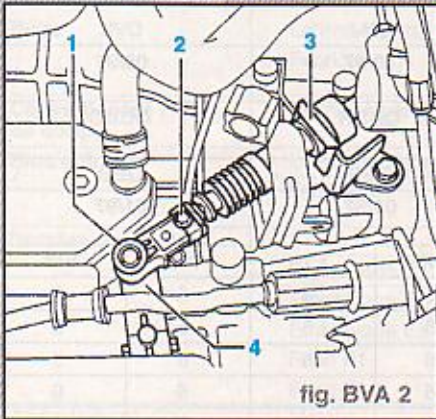

fig. BVA 2
- Mettre le levier sélecteur sur "P" et dégager le câble Bowden du levier sélecteur (1) du levier de l'arbre de commande (4) en poussant à l'aide d'un tournevis (fig. BVA 2).